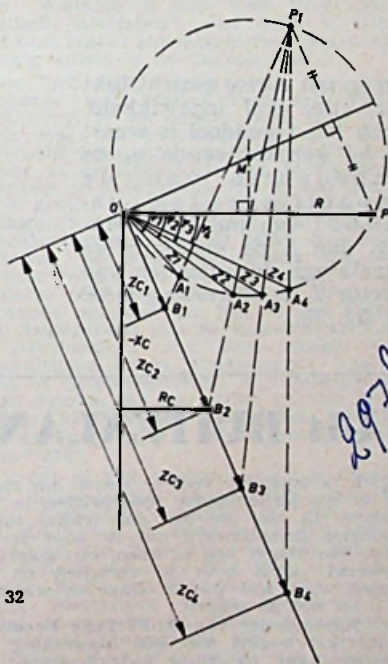

Fig. 32
C. Variabele Z_C parallel aan vaste weerstand R (fig. 32)
hoek van Z_C constant dan is de meetkundige plaats van de impedantie Z de cirkelboog $O - A_1 - A_2 - A_3 - A_4 - P$ uit fig. 32.
overeenkomstig die van het identieke geval met spoel i.p.v. condensator. Hiervoor verwijs ik naar V-C. De waarde $-X_C$ moet hierbij echter naar beneden worden uitgezet. De volledige tekening is gegeven in fig. 32. Moeilijkheden zal dit wel niet opleveren.